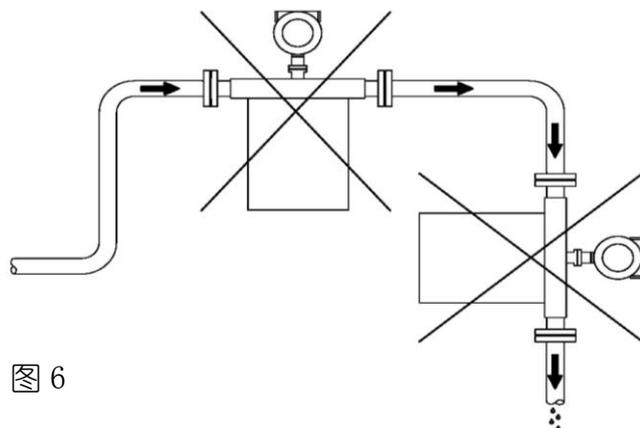

图6
- 在测量液态流体时，当测量管中易出现气体积聚或形成气泡现象时，会增加测量误差及影响质量流量计的稳定性。因此，如图6所示，应避免在下列工艺管道位置安装：